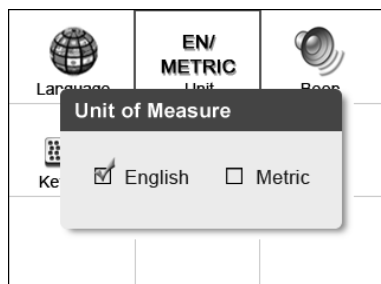

Figura 3.4
- 2) Desde la pantalla de **Unidad de Medida**, use el botón de desplazamiento **IZQUIERDO/DERECHO** para seleccionar la unidad de medición deseada. (Figura 3.4)